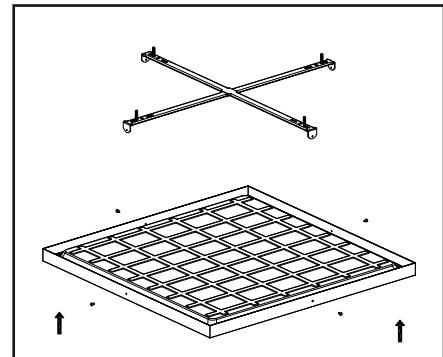

Рис. 2
- Закрепите направляющие на поверхность и установите осветительный прибор с помощью 4 винтов, закрепив корпус осветительного прибора на направляющих (рис. 2).